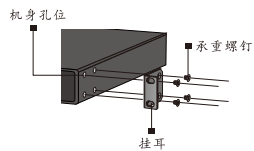

图1-2
- 安装前挂耳和承重螺钉到交换机，检查并确保前挂耳和承重螺钉已固定在交换机的两侧，具体安装方法请参见 如图1-2